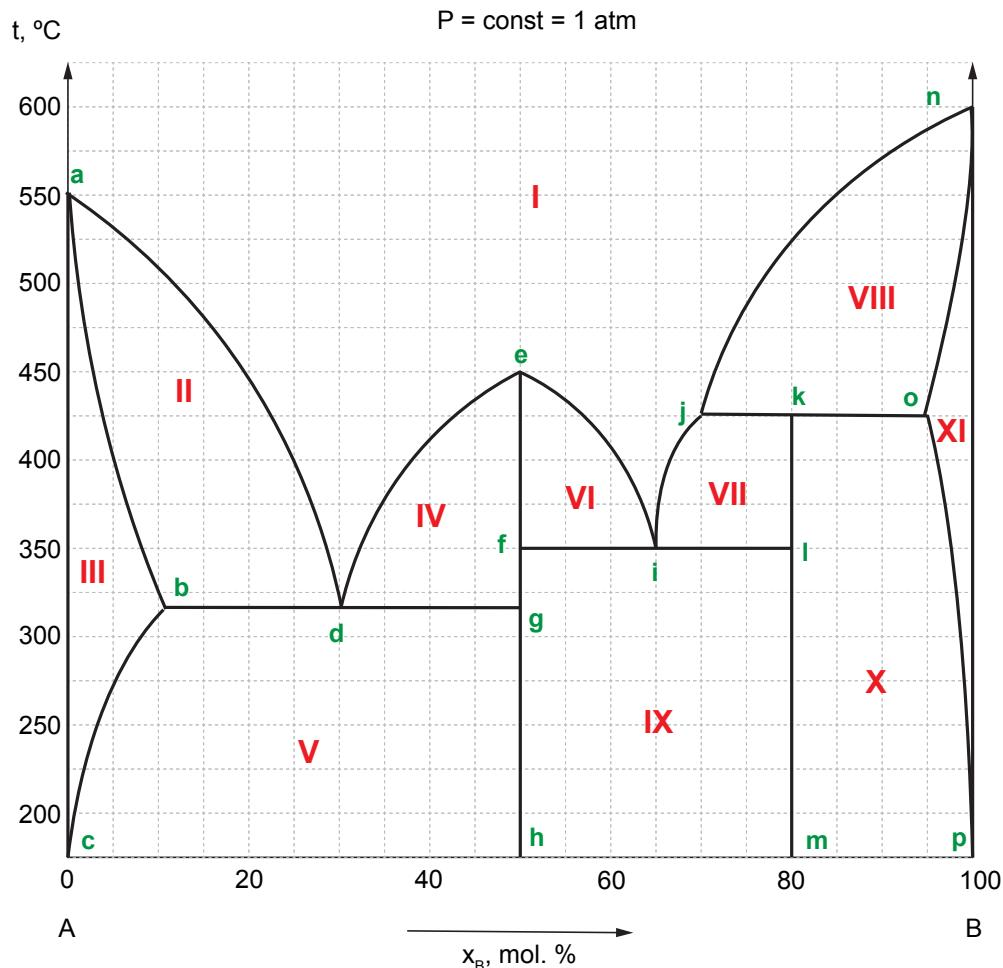

Figure 1: Diagramme de phase des composants A et B
On vous fournit un diagramme de phases à deux composants ci-dessous (Figure 1).
2. Deux composés chimiques stables, AB et AB_4 , peuvent être formés. Expliquez comment le diagramme de phase (Figure 1) permet de faire cette conclusion. Déterminez les points de fusion des composés AB et AB_4 . Quelle différence observez-vous entre le comportement de fusion de AB et le comportement de fusion de AB_4 ? Commentez votre réponse.
4. **Annotez directement sur le diagramme** de phase (Figure 1) toutes les lignes eutectiques et péritectiques que vous trouvez.